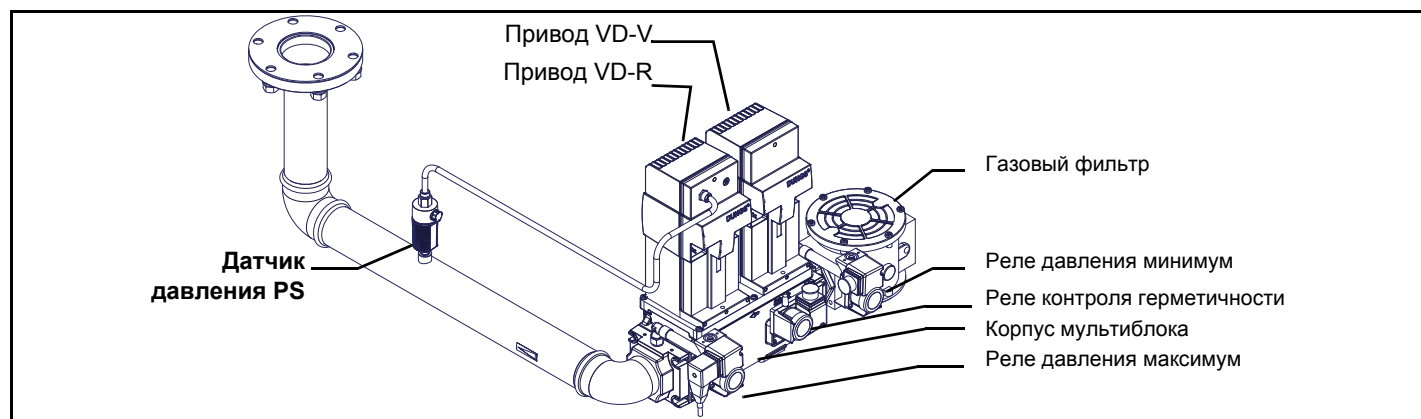

Рис. 2 - Пример газовой рампы
**ВНИМАНИЕ:** после монтажа газовой ramпы согласно схеме на Рис. 2, необходимо провести тестирование на герметичность газового контура, согласно требований действующих нормативов.
- 1 - б) при фланцевых соединениях: между соседними компонентами устанавливать прокладку (1А..1Е - Рис. 2), совместимую с используемым газом,
**ВНИМАНИЕ:** после монтажа газовой рампы согласно схеме на Рис. 2, необходимо провести тестирование на герметичность газового контура, согласно требований действующих нормативов.